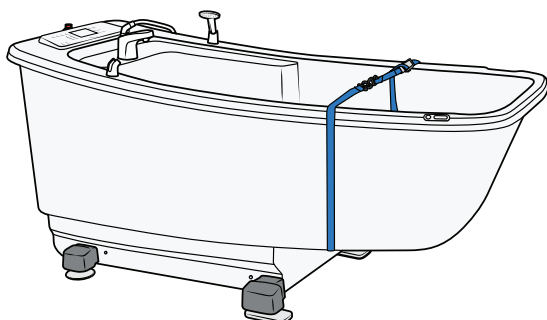

Figure 98
1. Placez une sangle autour de la partie la plus large de la baignoire. Voir Figure 98.